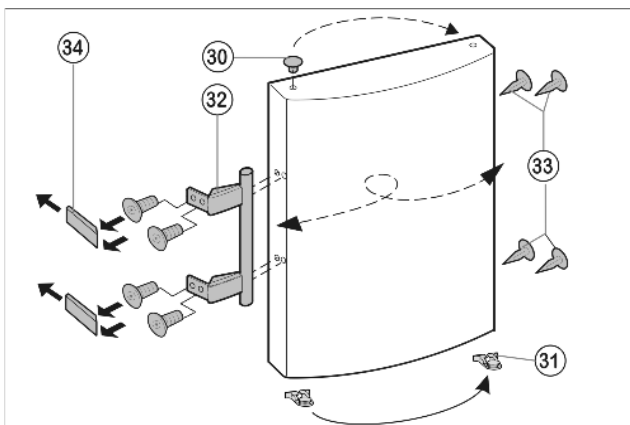

Fig. 7
- ▶ Выведите из фиксатора верхней дверцы пружинный зажим Fig. 7 (31) и переставьте его на новую сторону шарнира.
- ▶ Извлеките пробки Fig. 7 (30) из опорных втулок дверцы и переставьте.
- ▶ Снимите и переставьте на противоположную сторону дверную ручку Fig. 7 (32), пробку Fig. 7 (33) и прижимные пластины Fig. 7 (34).